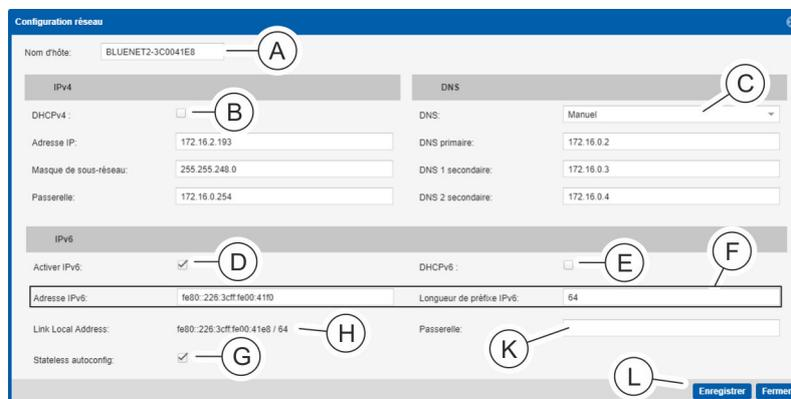

Fig. 138 : Fenêtre « Configuration réseau »
- Changer le nom d'hôte dans la fenêtre « Configuration réseau » si nécessaire (Fig. 138 /A).
- Dans la section « IPv4 », cocher la case « DHCPv4 » (Fig. 138 /A).
Sélectionner le paramètre « Privilégier DHCPv4 » ou « Privilégier DHCPv6 » dans la section « DNS » (Fig. 138 /B).
- Cocher si nécessaire la case « Activer IPv6 » (Fig. 138 /C) dans la section « IPv6 ». Quand « IPv6 » est activé, une « Link Local Address » (Fig. 138 /D) est automatiquement attribuée au PDU.
6. ➔ Quand la case « Activer IPv6 » est cochée, cocher si nécessaire la case « DHCPv6 » (Fig. 138 /Ⓜ).
Il est également possible de ne pas cocher la case « DHCPv6 » et de saisir manuellement l'adresse IPv6 et la longueur de préfixe IPv6 (Fig. 138 /Ⓜ).
7. ➔ Le cas échéant, saisir une passerelle dans la section « IPv6 » (Fig. 138 /Ⓜ).
8. ➔ Le cas échéant, cocher la case « Stateless autoconfig » dans la section « IPv6 » (Fig. 138 /Ⓜ).
9. ➔ Appuyer sur le bouton « Enregistrer » (Fig. 138 /Ⓜ) pour confirmer la saisie.